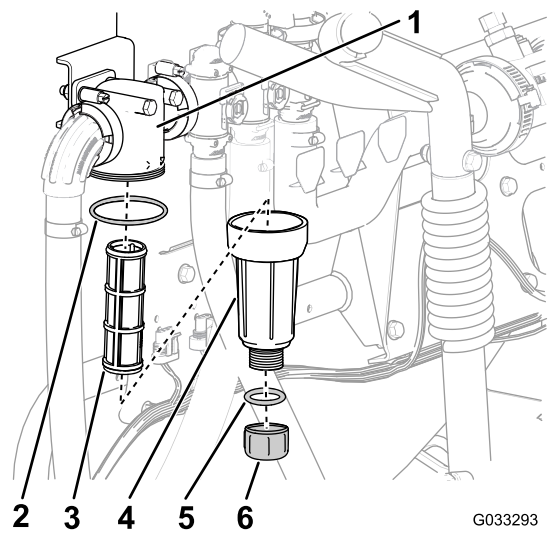

Figura 30
2. Coloque un recipiente de drenaje debajo del filtro de presión (Figura 30).
3. Gire el tapón de vaciado en sentido antihorario y retírelo de la cubeta del filtro de presión (Figura 30).
4. Gire la cubeta en sentido antihorario y retire la cabeza del filtro (Figura 30).
5. Retire el elemento del filtro de presión (Figura 30).
7. Inspeccione la junta del tapón de vaciado (situada dentro de la cubeta) y la junta de la cubeta (situada dentro de la cabeza del filtro) en busca de daños o desgaste (Figura 30).
8. Instale el elemento del filtro de presión en la cabeza del filtro (Figura 30).
9. Instale la cubeta en la cabeza del filtro y apriétela a mano (Figura 30).
10. Coloque el tapón de vaciado en el acoplamiento inferior de la cubeta, y apriete el tapón a mano (Figura 30).